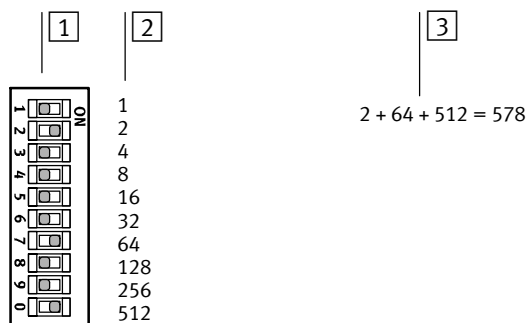

Fig. 2/2 : Micro-interrupteur DIL à 10 positions de réglage de l'adresse PROFIsafe – codage binaire
3. Régler l'adresse PROFIsafe sur le micro-interrupteur DIL à 10 positions par codage binaire → Fig. 2/2.